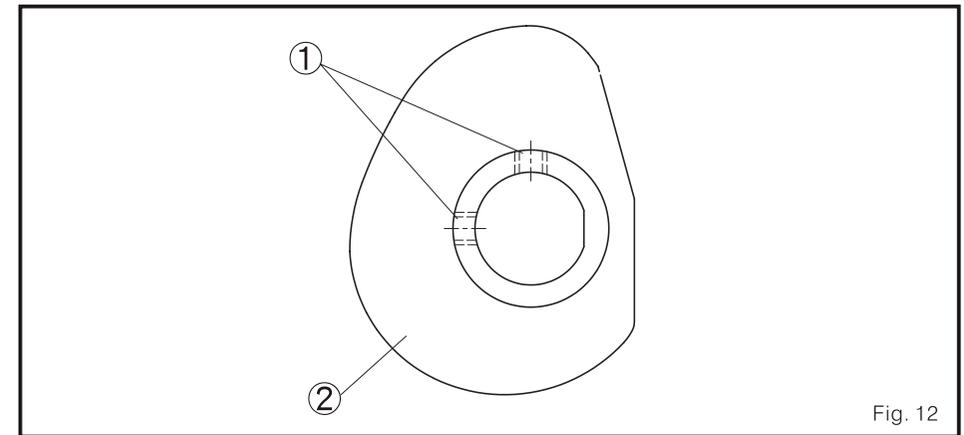

Fig. 12
- Junte para ajustar, por favor, solte o parafuso 1 e gire o controlador de disco do looper 2. (Fig. 12)